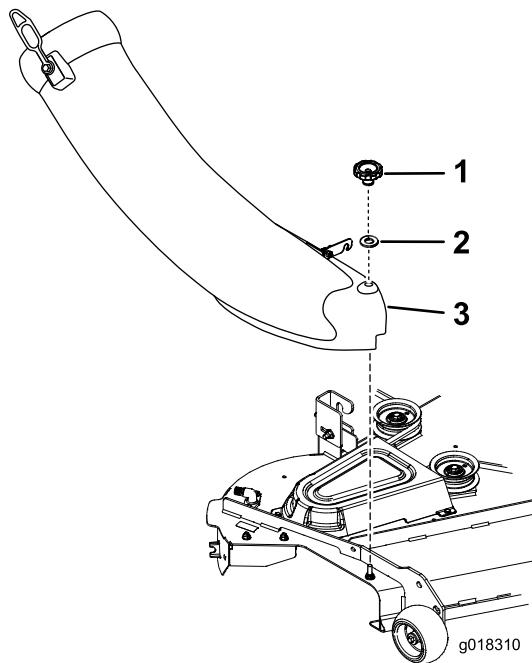

Figure 21
4. Alignez le trou de l'éjecteur et installez-le sur le boulon. Fixez l'éjecteur au tablier de coupe à l'aide du bouton et de la rondelle plate (5/16 pouce) (Figure 21).